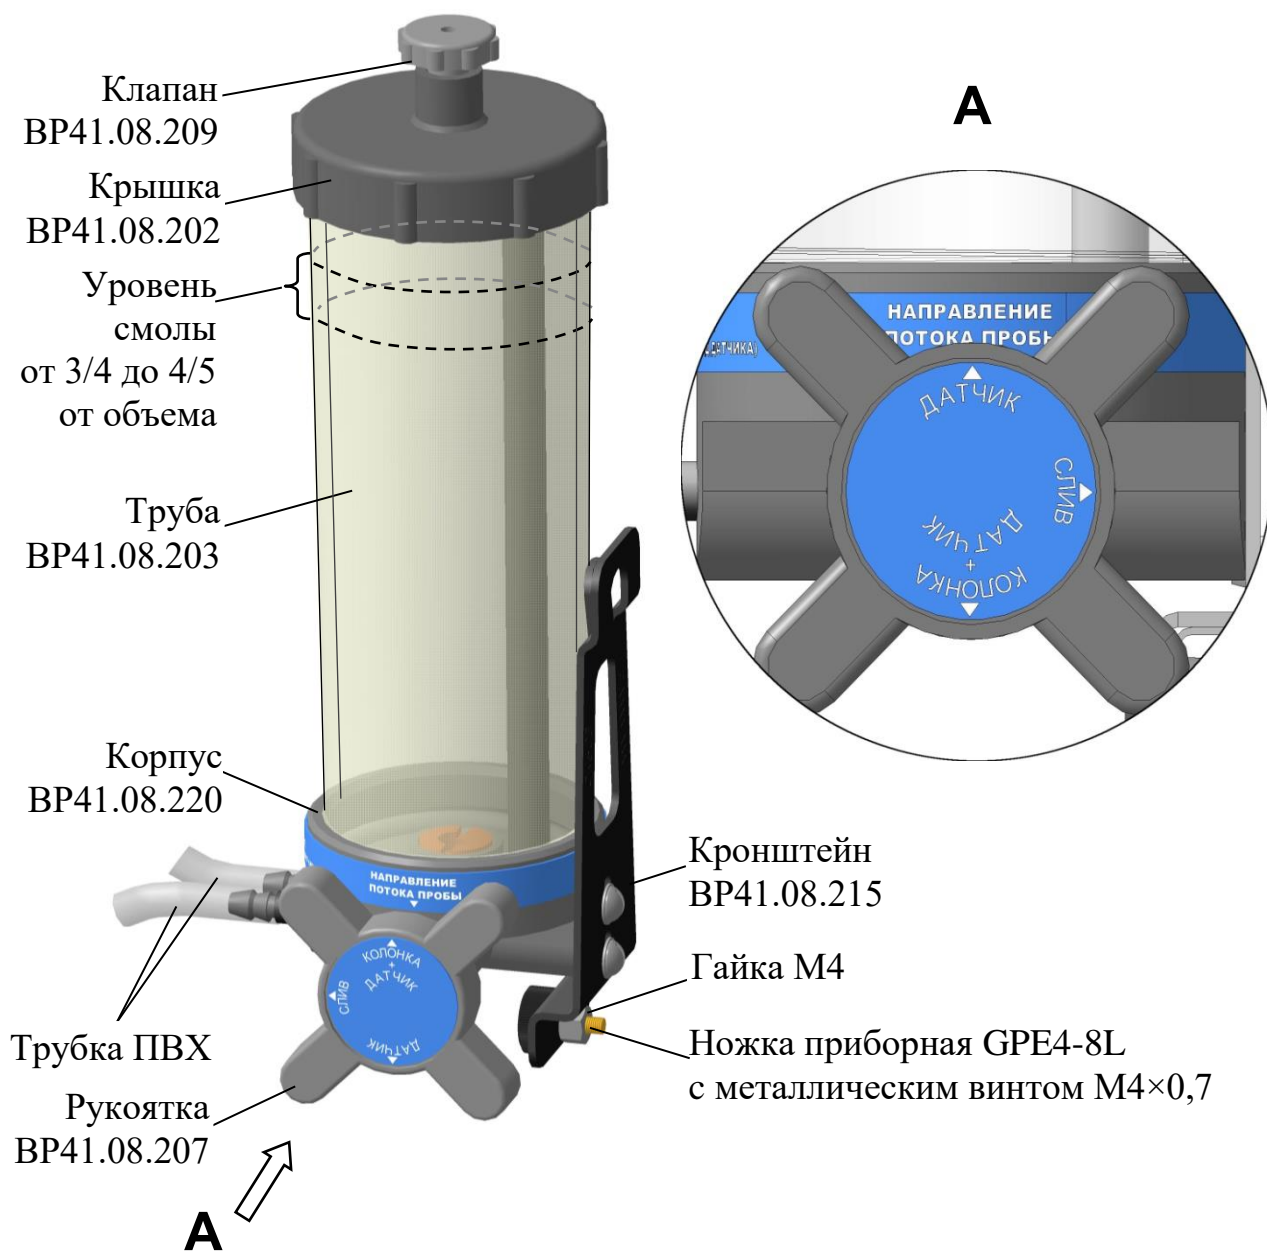

Рисунок 2.6 – Колонка ионно-обменная ИОК603 ВР41.08.200
- снять гайку М4 с ножки приборной GRE4-8L с металлическим винтом М4×0,7 (рисунок 2.6)